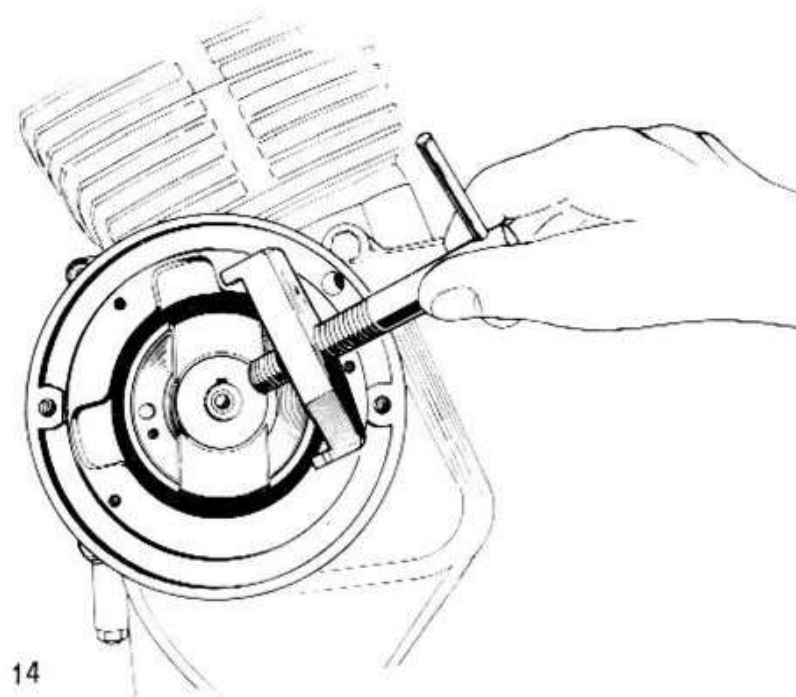

Fig. 14
- 4) Levare la vite di bloccaggio dalla flangia porta anticipto, quindi con un apposito estrattore (fig. 14) sfilare la flangia dal proprio alberino.